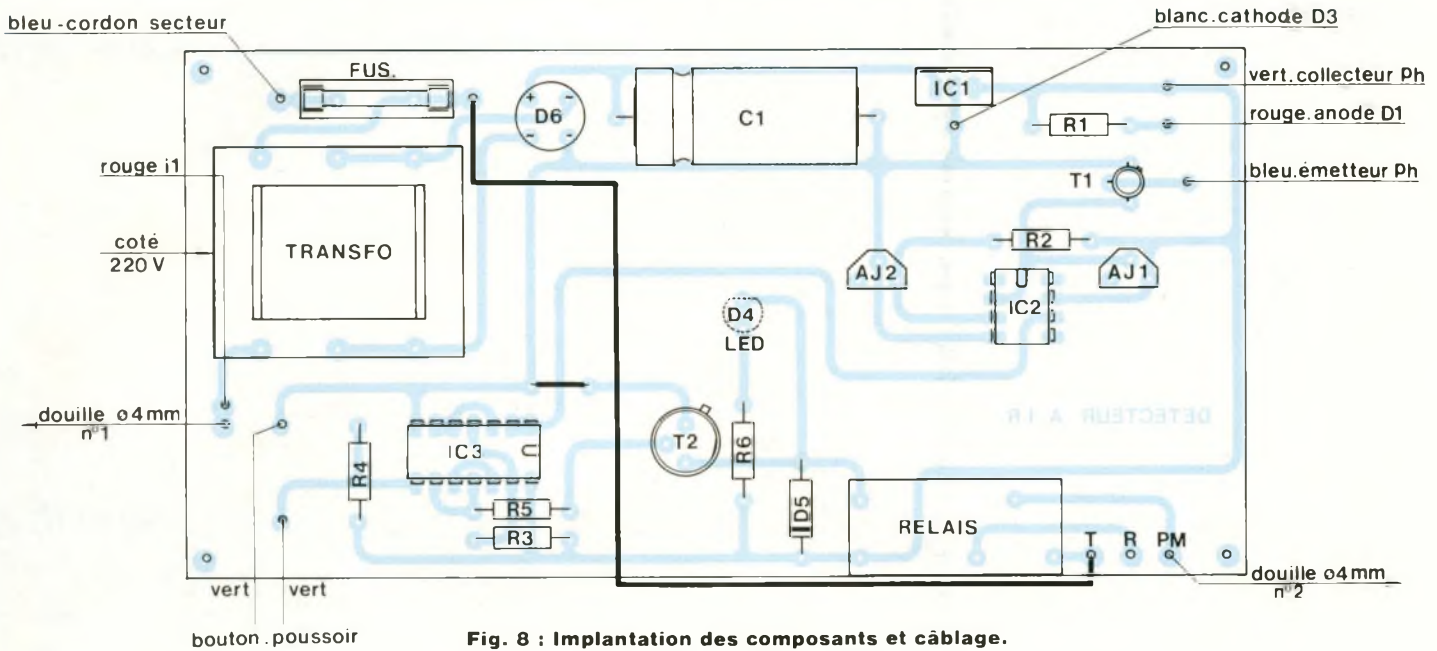

Fig. 8 : Implantation des composants et câblage.
**4. IMPLANTATION DES COMPOSANTS ET CABLAGE** (figure 8)